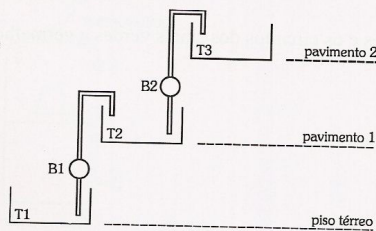

Figura 4.23
- 4.3.5 - Projete um circuito lógico para abastecer três tanques (T1, T2 e T3) localizados em pavimentos distintos em uma Indústria de Biscoitos, através do controle de duas bombas conforme esquematizado na figura 4.23. O abastecimento principal é feito por caminhão-tanque que fornece o produto diretamente ao T1 disposto no piso térreo localizado à entrada da empresa. Desenvolva o projeto supondo que o nível máximo de T1 seja controlado pelo caminhão, coloque os sensores de controle nas caixas, convencie as variáveis e desenhe o circuito final.